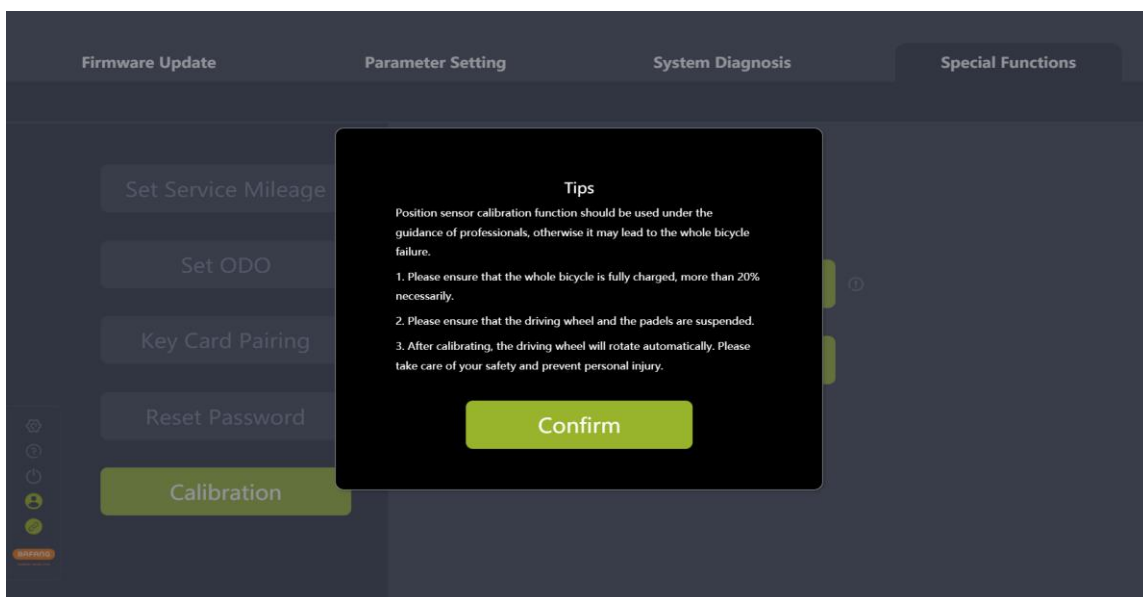

图 7-7 提示
- (3) “位置传感器标定”右边有一个图标，点击可以查看提示信息（如图 7-7）。